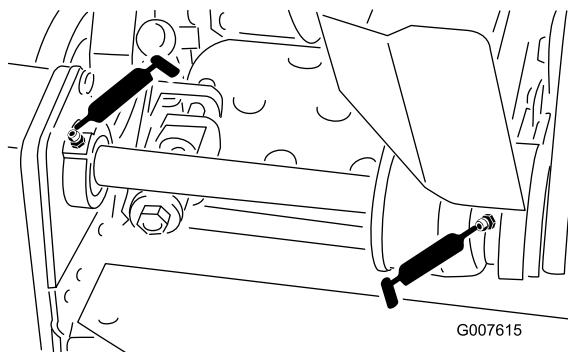

図 16
- ・ リールのカウンタシャフトのベアリング (2ヶ所) (図 16)